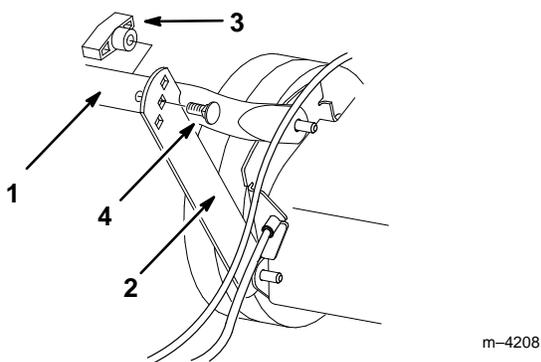

Figure 2
2. Rabattre le mancheron inférieur vers l'arrière et les pattes de support vers le haut pour faire correspondre les trous de fixation (Fig. 2).
3. Fixer le mancheron aux pattes de support à l'aide des deux boulons à tête plate et de deux boutons, en choisissant le trou des pattes correspondant à la hauteur de mancheron la plus confortable pour l'utilisateur (Fig. 2).